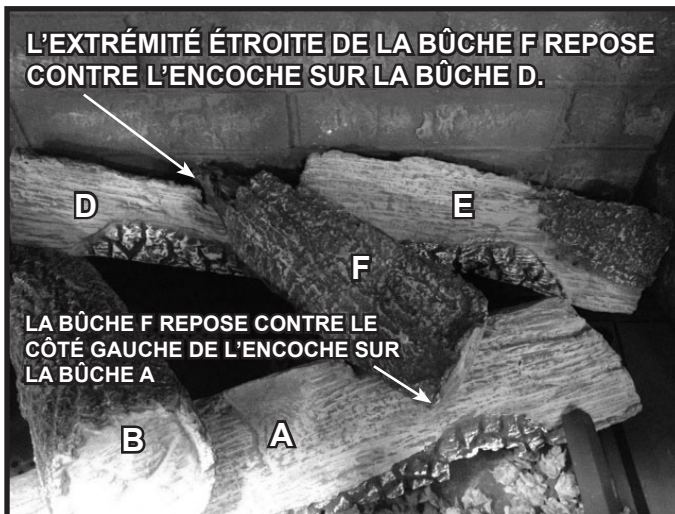

Figure 10. Bûche F installée
6. **(BÛCHE F)** : Placez l'extrémité étroite de la bûche F dans l'appareil, comme il est indiqué à la figure 10. L'extrémité étroite de la bûche touche l'arrière du réfractaire et repose contre l'encoche de la bûche D. L'avant de la bûche F repose dans l'encoche sur la bûche A. La bûche F devrait toucher le bord gauche de l'encoche sur la bûche A.